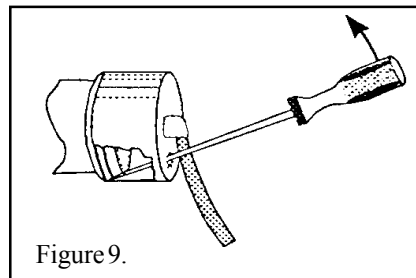

Figure 9.
3. Ôtez le capuchon du cordon électrique en introduisant un tournevis à pointe plate dans l'orifice d'accès, comme le montre la figure 9, et en faisant levier vers le haut.
3. Retirez le capuchon du cordon électrique en introduisant un tournevis à pointe plate dans l'orifice d'accès et en faisant levier vers le haut (voir figure 9, Section IV).